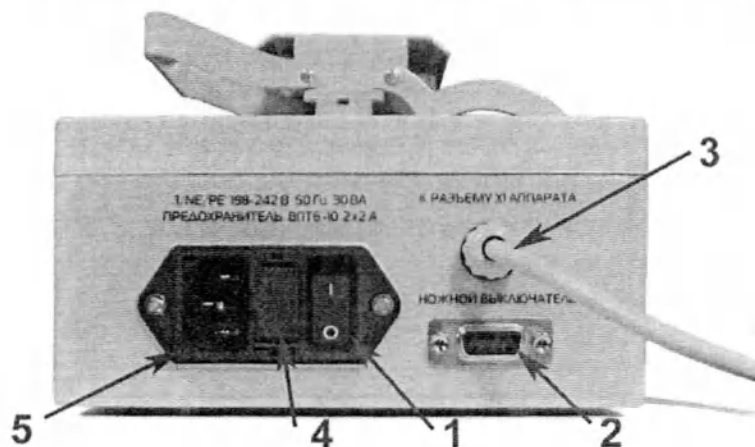
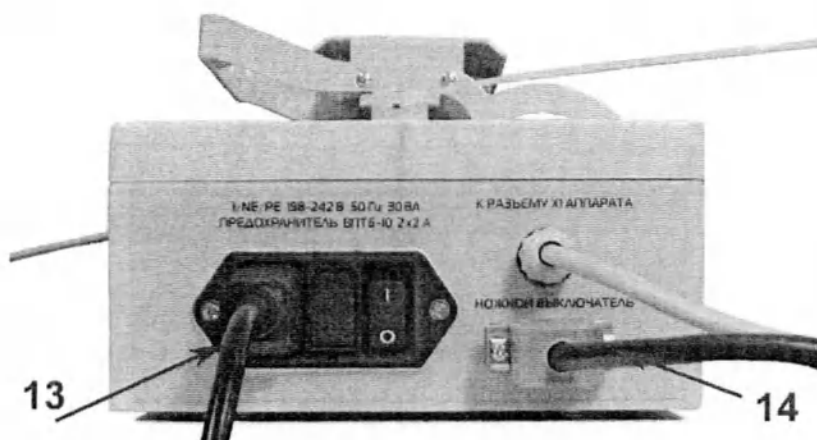
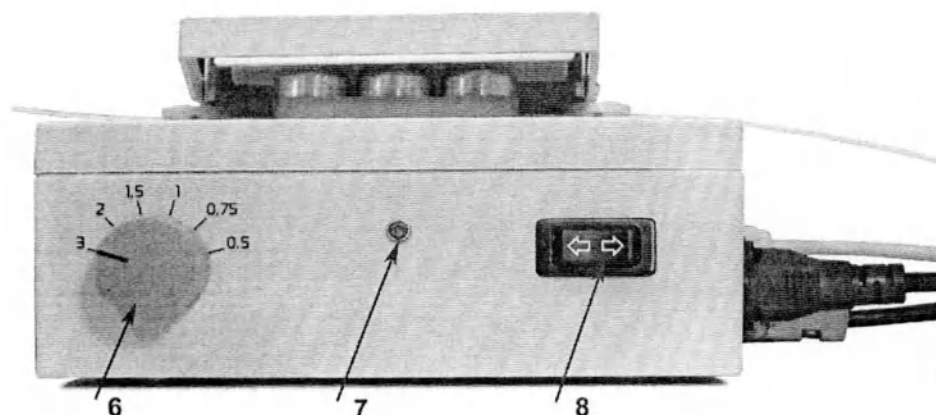
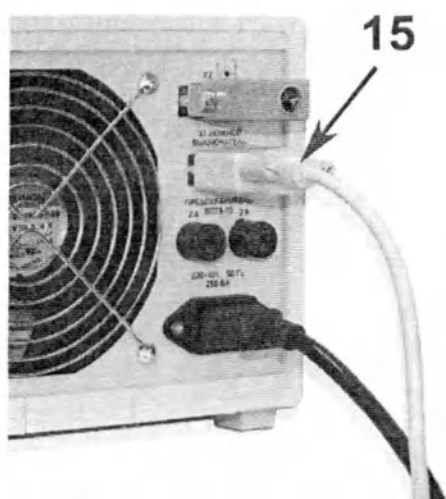

Рис. 1. Вид задней панели Позиционера с разъемами.
Рис. 2. Вид задней панели Позиционера с подключенными к разъемам кабелями.
Рис. 3. Вид передней панели Позиционера.
Рисунок 5. Вид задней панели аппарата ЛАХТА-МИЛОН
Таблица 3. Индикация светодиода поз.7 рис.3 и ее расшифровка.
- Подсоедините кабель ножного выключателя поз. 14 рис. 2 и поз. 2 рис. 1.
- Подсоедините шнур питания поз. 13 рис. 2 к разъему поз. 5 рис. 1 и включить его в розетку.
- Включите питание сетевым выключателем поз. 1 рис. 1. Светодиод индикации состояния поз. 8 рис. 3 начнет светить.
- Ручку переключения скоростей поз. 6 рис. 3 установите на параметре 3 мм/с. Светодиод индикации состояния поз. 7 рис. 3 мигает.
- Подсоедините кабель ножного выключателя поз. 14 рис. 2. Светодиод индикации состояния поз. 7 перестанет мигать и будет светить.
- Подсоедините кабель ножного выключателя к разъему поз. 2 рис. 1
- Подсоедините кабель с разъемом для подключения к лазерному аппарату «ЛАХТА-МИЛОН» поз. 3 рис. 1 к разъему X1 поз. 15 рис. 5.
- Подсоедините шнур питания к разъёму поз. 5 рис. 1 и включите его в розетку.